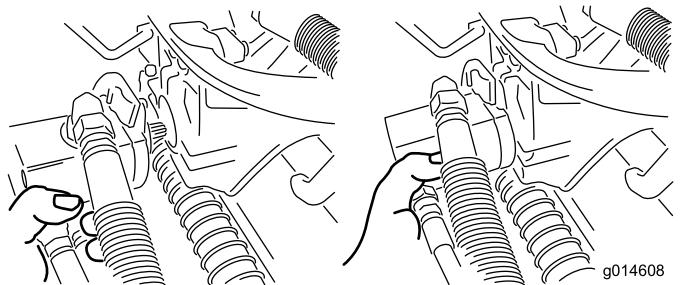

Figure 33
3. Amenez le moteur à la position de rangement sur l'avant du bras de suspension (Figure 33).